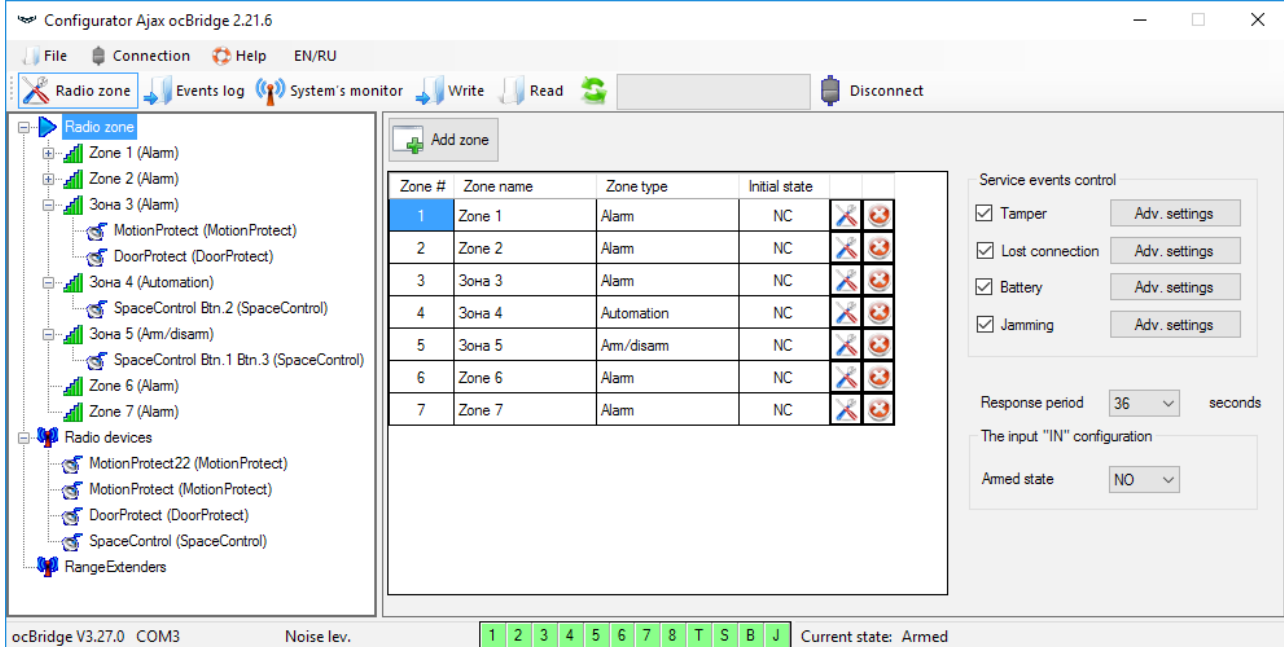

Imagen 11. Zonas de radio
4. En la página “**Zonas de radio**” (Imagen 11) es posible crear las áreas de zonas de detección que se requieran y agregar sensores y dispositivos (consulta el **Manejo de sensores**) y también configurar los parámetros adicionales de funcionamiento de los sensores, dispositivos y zonas (consulta los párrafos **Gestionar la unidad central**).